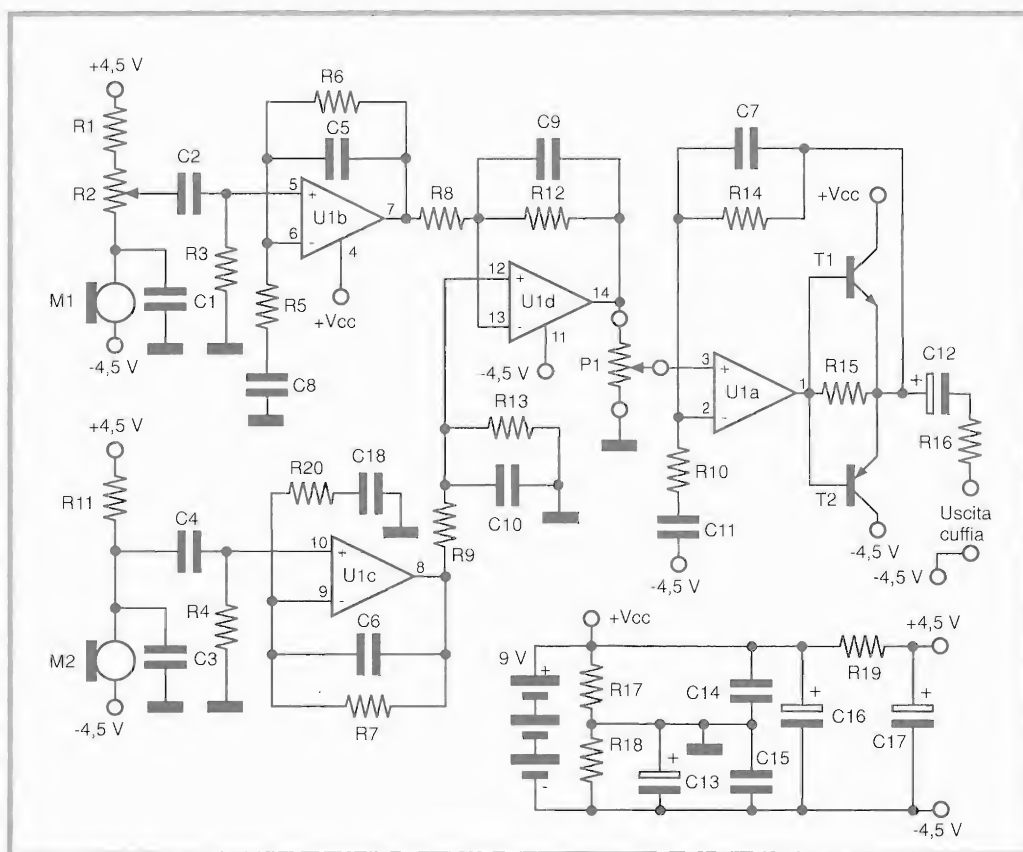

Figura 7.3. Schema elettrico della microspia stereofonica.
**S**e volete andare a caccia di rumori, anche tenui e a ragguardevole distanza, il circuito che stiamo per presentare vi accontenterà sicuramente. Il nostro microfono direzionale permette di compiere interessanti esperienze di laboratorio nel campo dell'acustica, poiché attinge alle vibrazioni sonore mediante due piccoli trasduttori separati, liberamente posizionabili nell'ambiente. Il vantaggio offerto da tale soluzione è subito chiaro: due segnali elettrici variabili in funzione del punto fisico di prelievo, una sorta di "filtro acustico" in grado di attenuare alcune frequenze ed esaltarne altre, in modo semplice e senza richiesta d'energia. Gli appassionati di "birdwatching" (osservazione di uccelli e altri animali nel loro habitat), sanno bene quanto sia difficile registrare un canto o un verso escludendo il rumore del traffico o lo stormire delle foglie. Per tali applicazioni esistono speciali (e costosi) microfoni direttivi, spesso equipaggiati con accessori meccanici quali cuffie paravento e imbuto, nonché complementi elettronici come amplificatori ad alto guadagno e filtri regolabili di varia natura. Il nostro circuito, concepito all'insegna della semplicità e quindi dell'economia, non promette prestazioni galattiche, ma è comunque un ottimo ausilio pratico per condurre esperienze di monitoraggio acustico all'aperto. Altra applicazione possibile è in laboratorio, come ausilio didattico per evidenziare la differenza di segnale acustico riscontrabile in diversi punti di una stanza. Oltre al riscontro immediato attraverso l'ascolto, è possibile condurre anche un esame visivo dei segnali, applicando un oscilloscopio multitraccia ai capi dei microfoni e all'uscita della scheda. L'idea contenuta nel progetto ha infatti un fondamento scientifico facilmente verificabile: se il microfono A capta lo stesso suono del B, e noi effettuiamo una somma, il risultato sarà un segnale di ampiezza doppia; se invece A riceve l'opposto di quanto ha B, l'esito della manovra sarà zero. Per far sì che i due trasduttori lavorino con materiale sonoro diverso, e quindi producano un risultato pratico di amplificazione o annullamento (più tutte le gradazioni intermedie), basta scegliere con cura le posizioni, tenendo conto della particolare frequenza su cui s'intende agire. Per spostare facilmente i microfoni mantenendo la necessaria rigidità meccanica è bene dotarli di un supporto maneggevole come un tubetto di plastica in modo da poterli posizionare strategicamente. Il circuito elettronico provvede poi all'amplificazione dei due segnali audio, al filtraggio delle frequenze non comprese nella banda fonica prevista, e naturalmente all'operazione di somma algebrica alla base dell'idea. Per comodità, l'alimentazione è fornita da una comune pila da 9 V, ed è prevista un'uscita a volume regolabile per pilotare una cuffia o un piccolo altoparlante; tutto questo per rendere portatile il tutto e condurre esperimenti sul campo. Lo schema elettrico del microfono direzionale è riportato in Figura 7.3. Il compito di filtraggio acustico è svolto direttamente dai due trasduttori attivi M1 e M2, debitamente alimentati in continua attraverso R1 e R11. In realtà, per consentire un perfetto bilanciamento dei fattori d'amplificazione, M1 prevede il trimmer R2 come punto di prelievo del segnale, mentre M2 lavora in connessione elettrica diretta. Le sezioni B e C dell'operazionale U1 presen-